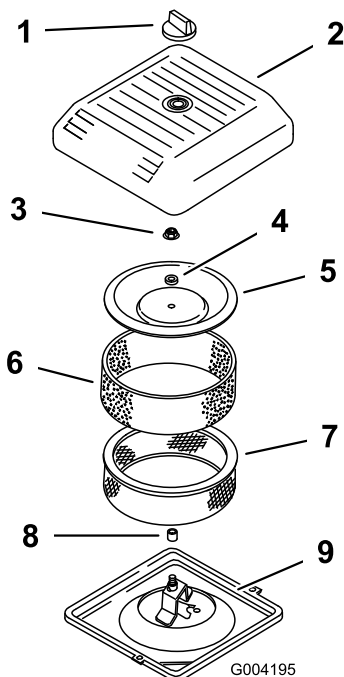

Figura 18
2. Svitare la manopola e togliete il coperchio del filtro dell'aria (Figura 18).
3. Fate scorrere attentamente il prefiltro in schiuma sintetica fuori dall'elemento di carta (Figura 18).
4. Svitare il dado del coperchio e togliete il coperchio, il distanziale e il filtro di carta (Figura 18).
2. Montate il gruppo filtro dell'aria sulla relativa base (Figura 18).
3. Montate il coperchio, il distanziale e fissatelo con il dado del coperchio (Figura 18). Serrate il dado ad una coppia di 11 Nm.
4. Montate il coperchio del filtro dell'aria e fissatelo con la manopola (Figura 18).